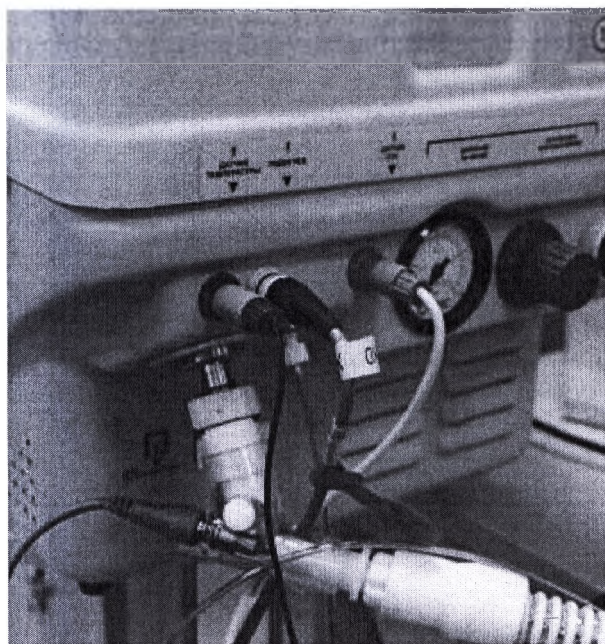

Рисунок 3-3. Подготовка к работе: шаги 7-9
- Шаг 7** Подсоединить трубку измерения давления к штуцеру луер «**ДАТЧИК Р_{инж}**»  на передней панели аппарата (см. рис. 3-3).
- Шаг 8** Подсоединить кабель питания нагревателя к разъему «**ПОДОГРЕВ**» на передней панели аппарата (см. рис. 3-3).
- Шаг 9** Подсоединить датчик температуры к разъему «**ТЕМПЕРАТУРА**» на передней панели аппарата (см. рис. 3-3).